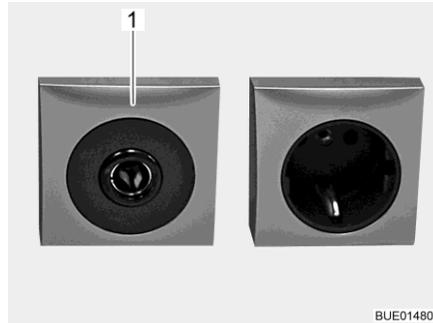

Fig. 133 Presa 12 V/10 A
- ▷ Alle prese (Fig. 133,1) della rete di bordo a 12 V, connettere solo apparecchi funzionanti al massimo a 10 A.